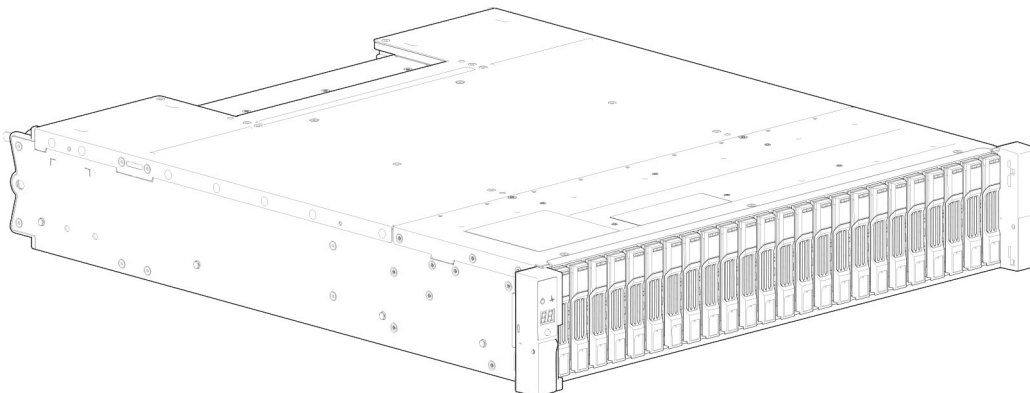
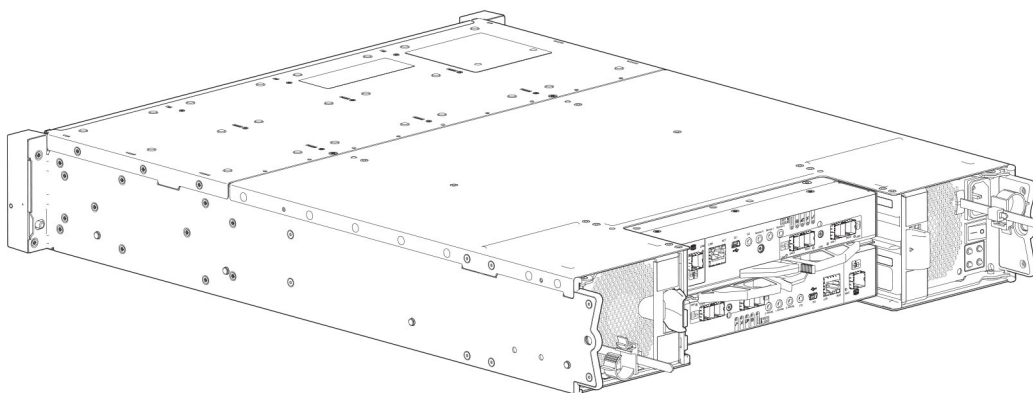

Figure 4. Système de boîtier 2U24 orientation avant
Figure 5. Système de boîtier 2U24 orientation arrière
- Boîtier de contrôleur 2U (espace rack) : voir Figure 4. Système de boîtier 2U24 orientation avant et Figure 5. Système de boîtier 2U24 orientation arrière: peut contenir jusqu'à vingt-quatre modules de lecteur de disque de profil bas (5/8 de pouce de haut) de 2,5" à la verticale.